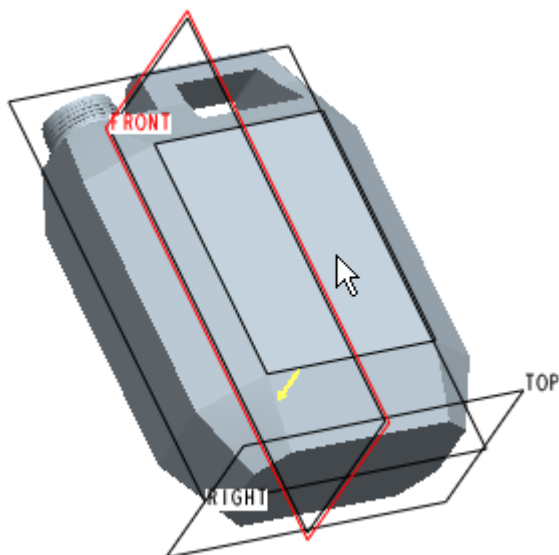

图 51-25
- (1) 单击特征工具栏中的 ，打开拉伸特征操控板，选中 ，设定拉伸长度为 2。
- (2) 单击按钮 ，打开【剖面】对话框，选择图 51-25 中箭头指示的面为草绘平面，选择 FRONT 基准面为视图方向参照。